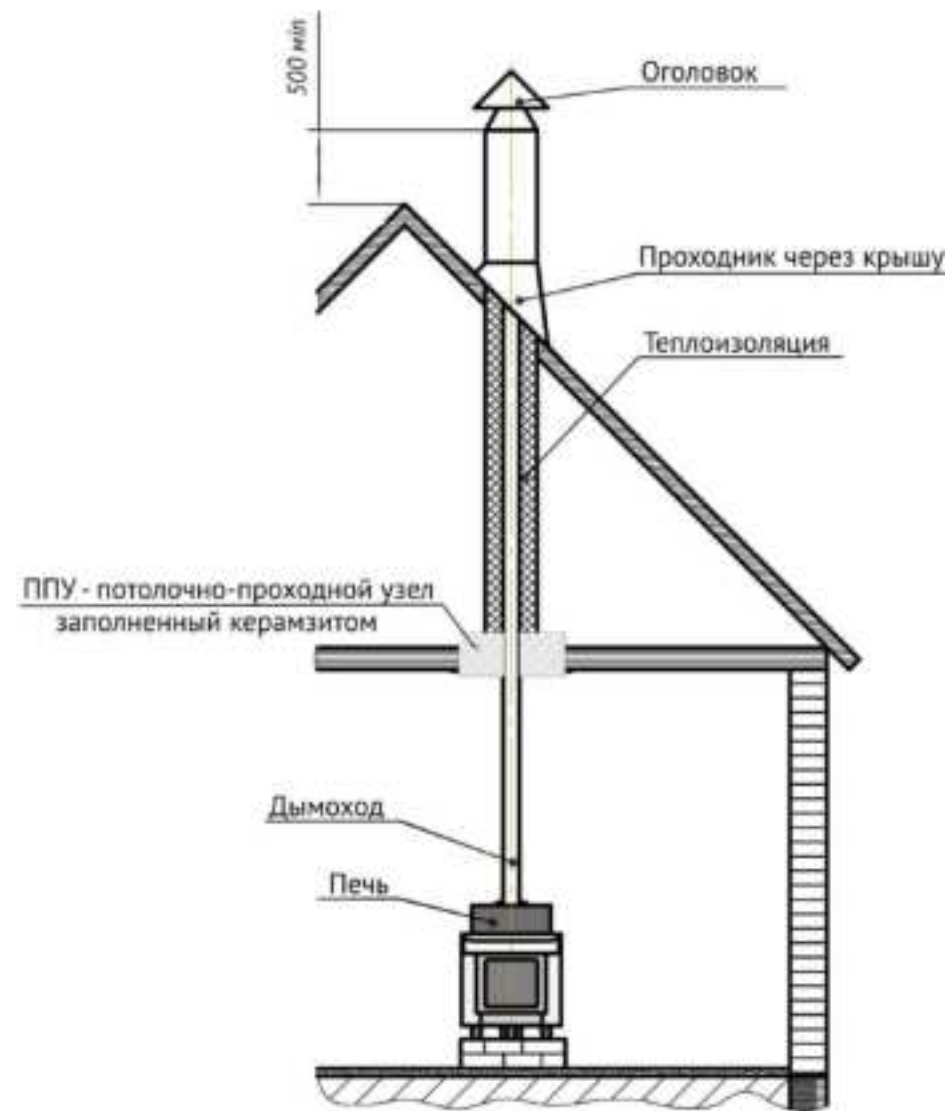

Рисунок 8.2. Монтаж дымового канала.
- 7.4.4. В потолке (рис. 8.2.) обязательно делается противопожарное отверстие под размер внешнего диаметра потолочно-проходного устройства. Снизу противопожарное отверстие закрывается металлическим листом. Пространство в потолке между трубой и отверстием заполняют противопожарной изоляцией, например, базальтовой ватой, керамзитом и т.п., и закрывают сверху металлическим листом.
**7.4.5.** Металлический дымоход, вне зоны парной, (рис. 8.2.), должен иметь теплоизоляцию из негорючих материалов, толщиной не менее 50 мм, для предотвращения образования конденсата. При отсутствии в помещении бани капитального дымохода устраивают насадной дымоход из металлических труб, опирающийся на потолочное перекрытие. Обязательно делается противопожарная разделка размером 600 мм на 600 мм. Трубы с изоляцией должны опираться на металлические уголки или швеллера, закреплённые на перекрытии. Снизу противопожарная разделка закрывается металлическим листом. Закрепленный ППУ (потолочно-проходной узел) необходимо заполнить негорючим материалом (керамзит).